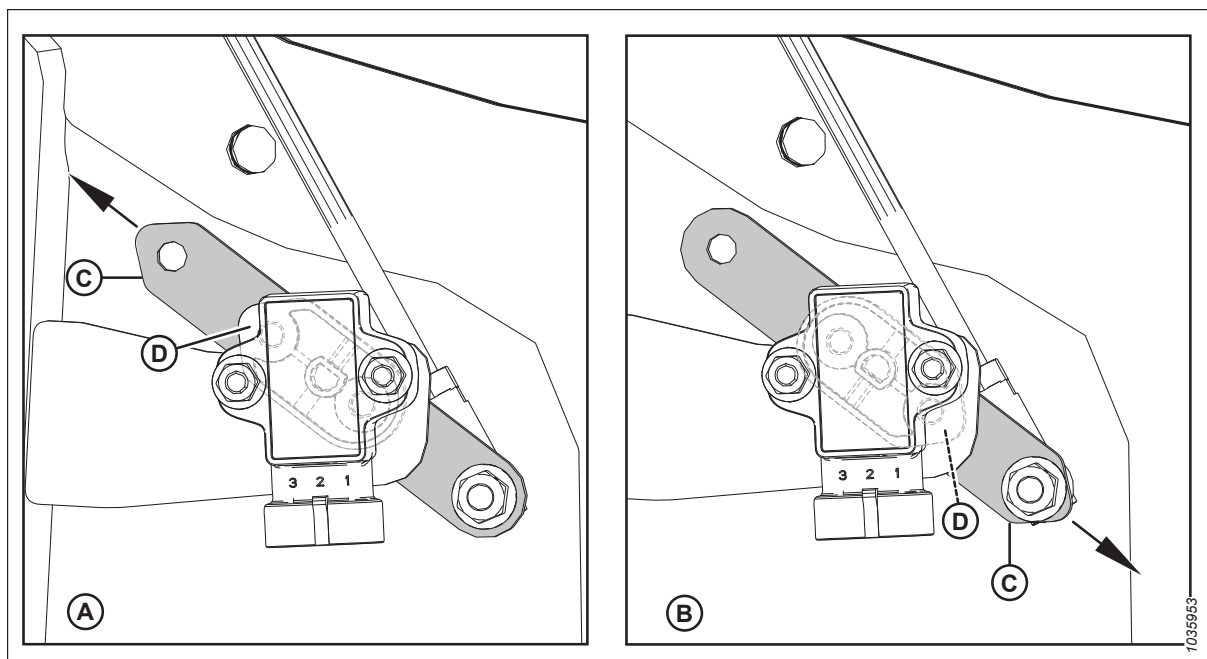

图 3.42: 传感器支承臂/指针配置
5. 确保为割台正确配置传感器支承臂 (C) 和指针 (D)。有关说明，请参见图 3.42，页码 81。